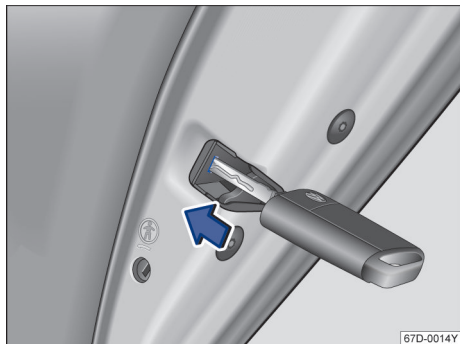

图 52 车门应急上锁装置及汽车钥匙
- 车门手动上锁，右后门顺时针转，左后门逆时针转→图 52。